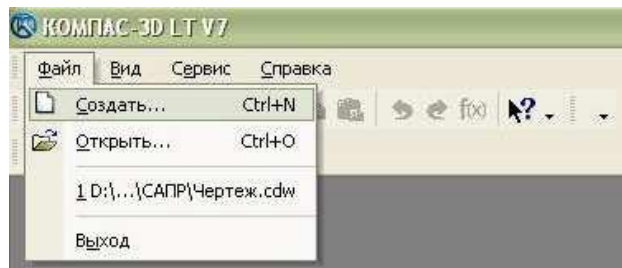

Рисунок 1. Схема відкриття нового документа
2. Відкриття нового документа. Для створення нового креслення відкрийте меню «Файл» у Рядку меню, встановіть курсор на команді «Создать». У меню, яке виникне, клацніть на команді «Фрагмент». Ще швидше новий документ можна створити за допомогою кнопки «Новый лист» на Панелі керування (рис. 1).